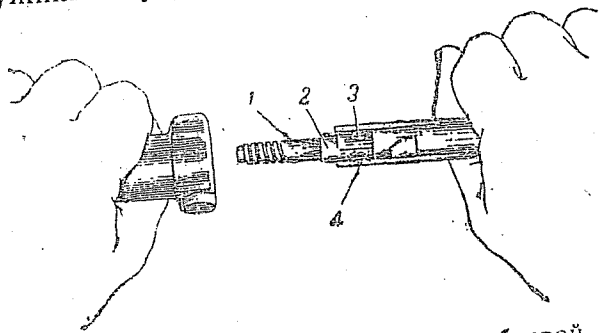

Рис. 62. Как отделить ударник от боевой личинки:
4. Взять остов затвора в левую руку, а боевую личинку в правую, как показано на рис. 62, и вставить муфту боевой пружины внутрь остова затвора так, чтобы вырезы на